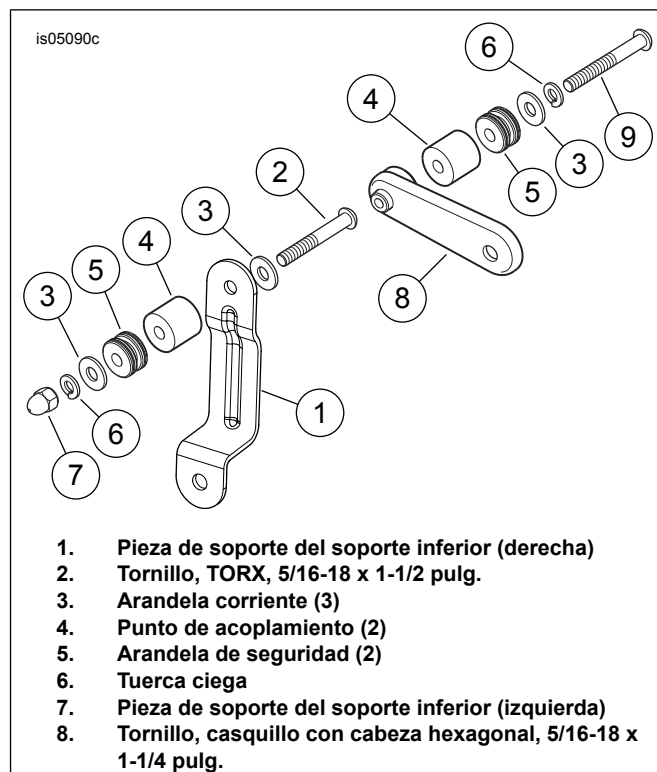
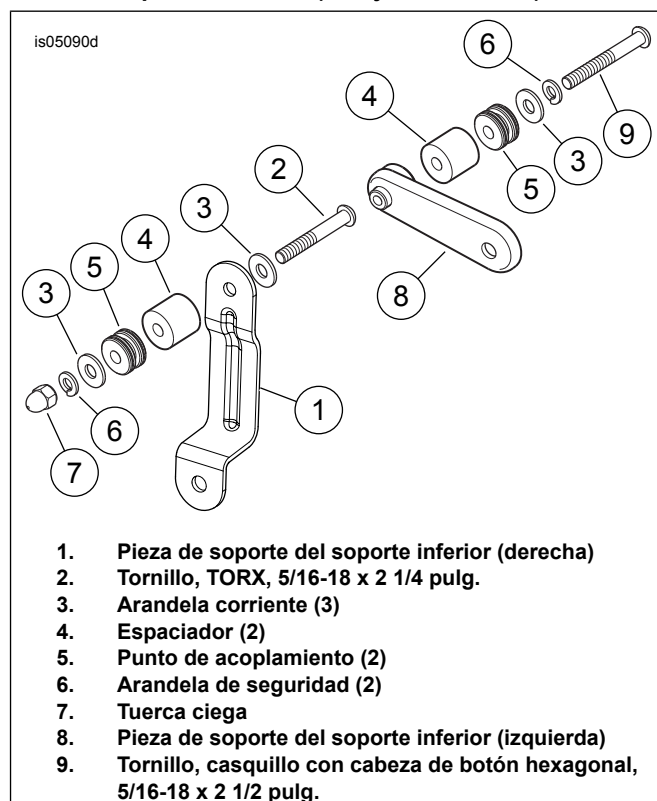

Figura 2. Conjunto de la pieza de soporte del soporte izquierda inferior (alforjas solamente)
Figura 3. Conjunto de la pieza de soporte del soporte izquierda inferior (desmontables múltiples)
1. Vea la Figura 2. Obtenga una arandela corriente (3) y un tornillo TORX® (2) de 5/16-18 x 38,1 mm (1 1/2 in) de largo del kit de punto de acoplamiento. Instale la arandela en la rosca del tornillo e inserte el tornillo a través del agujero superior en la pieza de soporte del soporte inferior derecha (1), como se muestra.
2. Luego, deslice un punto de acoplamiento (4), después una segunda arandela corriente y una arandela de seguridad (5) sobre la rosca del tornillo.
4. Instale una tuerca ciega (6) en la rosca, y apriétela a 16,3–24,4 N·m (12–18 ft-lbs).
1. Vea la Figura 2. Obtenga un tornillo de casquillo con cabeza hexagonal de 5/16-18 x 32 mm (1 1/4 in) de largo (8) del kit de punto de acoplamiento. Primero deslice una arandela de seguridad (5), luego un arandela corriente (3) y un punto de acoplamiento (4) sobre la rosca del tornillo.
3. Instale el tornillo dentro del agujero con rosca en la pieza de soporte del soporte inferior izquierda (7) y apriételo a 16,3–24,4 N·m (12–18 ft-lbs).
1. Vea la Figura 3. Seleccione la pieza de soporte del soporte inferior para su modelo. Coloque la pieza de soporte, tal como se muestra en la Figura 2. Obtenga una arandela corriente (3) y un tornillo TORX de 5/16-18 x 57,2 mm (2 1/4 in) de largo (2) del kit de punto de acoplamiento. Instale la arandela en la rosca del tornillo e inserte el tornillo a través del agujero superior (agujero más pequeño) en la pieza de soporte del soporte inferior derecha (1), como se muestra.
2. Luego deslice un espaciador grueso (4), después, un punto de acoplamiento (5), una segunda arandela corriente y una arandela de seguridad (6) sobre la rosca del tornillo.
4. Instale la tuerca ciega (7) en la rosca, y apriétela a 16,3–24,4 N·m (12–18 ft·lbs).
1. Vea la Figura 3. Obtenga un tornillo de casquillo con cabeza hexagonal de 5/16-18 x 63,5 mm (2 1/2 in) de largo (9) del kit de punto de acoplamiento. Primero deslice una arandela de seguridad (6), después, una arandela corriente (3), un punto de acoplamiento (5) y un espaciador grueso (4) sobre la rosca del tornillo.
3. Instale el tornillo dentro del agujero con rosca en la pieza de soporte del soporte inferior izquierda (8) y apriételo a 16,3–24,4 N·m (12–18 ft·lbs).